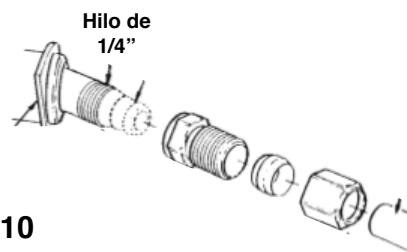

Figura 10
Tome la manguera de descarga suministrada con el equipo, y conéctela al fitting de descarga ubicado en la parte superior trasera de la válvula del equipo. Use la abrazadera provista con el equipo para sujetarla al fitting. (Figura 10)
**TUBO DE DESCARGA RÍGIDO:** Para evitar el problema de que la manguera se doble y obstruya, es recomendable usar tubo rígido. Este puede ser de PVC, PEX o cobre. Para esto el fitting de descarga ubicado en la parte superior trasera de la válvula del equipo, cuenta con hilo. (Figura 10)
2. Empuje la goma del codo de rebase en la perforación que hay en la parte posterior del cuerpo del ablandador(Figura 10).